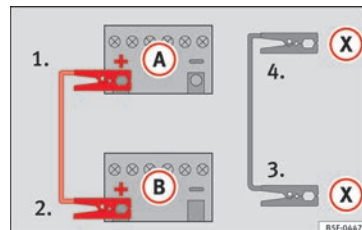

Fig. 69 Esquema de ligação para veículos com sistema Start/Stop.
- 4b. *Em veículos com sistema Start-Stop:* ligar uma extremidade do cabo *preto* de emergência **(X)** a um terminal de massa adequado, a uma peça de metal maciça que esteja aparafusada ao bloco do motor, ou ao próprio bloco do motor » **Fig. 69.**